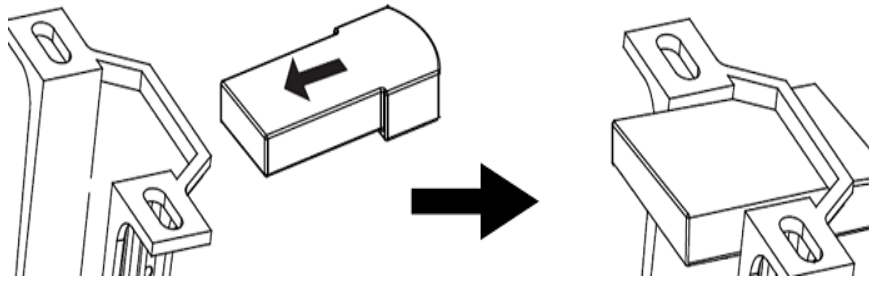

Fig. 12
10. Inserte el receptor remoto con cuidado sobre la bola de colgado en el espacio sobrante del soporte de armado. Tenga cuidado de no dañar o aflojar ninguno de los cables. (**Fig. 12**)